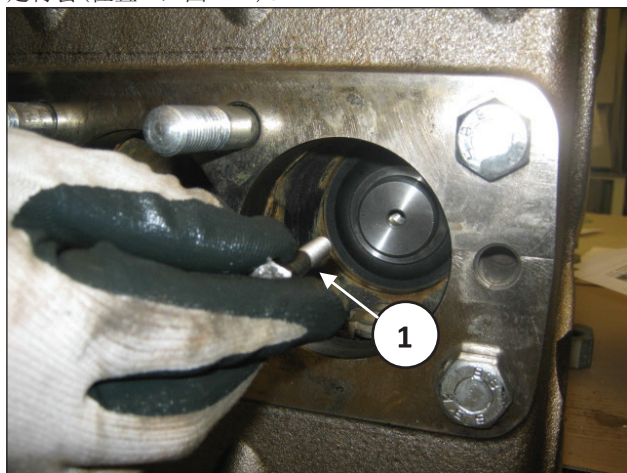

图 130
拧松固定活塞组件的M8螺丝并将之连同密封圈固定衬套一起取出(①，图 130)。